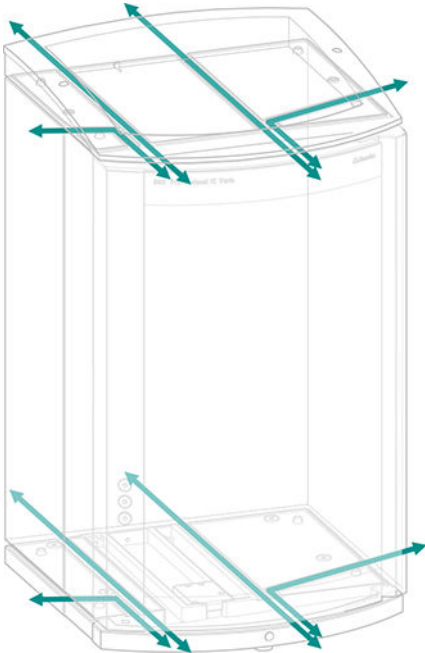

Abbildung 5 Kanäle für Kapillaren
- Kanäle zwischen dem Gerät und der Bodenwanne sowie zwischen dem Gerät und dem Flaschenhalter (siehe Abbildung 5, Seite 16)